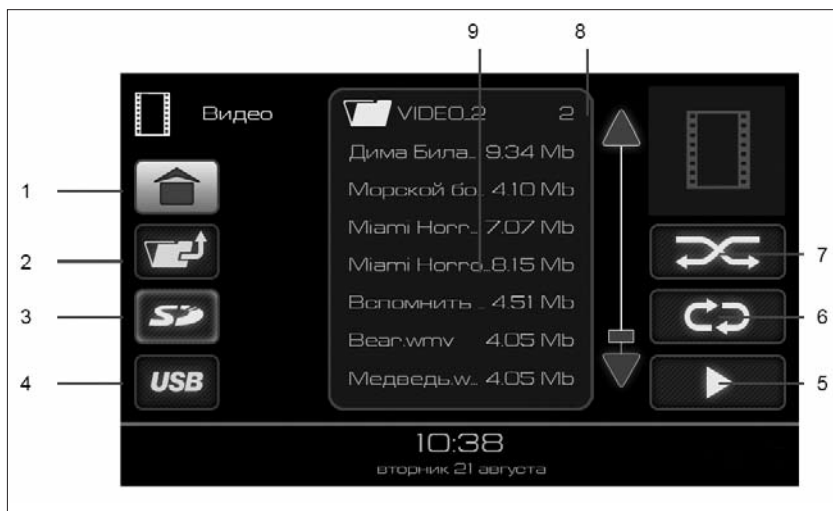
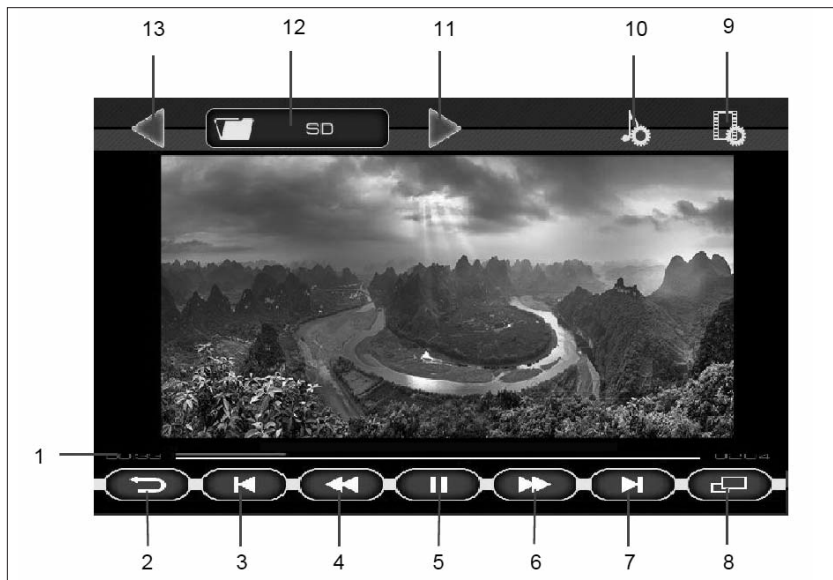

Рис. 6. Окно режима «ВИДЕО»
Рис. 7. Окно проигрывания видеофайлов
Доступные для воспроизведения видеофайлы и папки отображаются в списке (9), рис. 7. Двойное нажатие на изображение папки  отобразит список видеофайлов в этой папке. Для выхода из папки нужно нажать кнопку 2 (рис. 6).
режима повторного воспроизведения выбранного файла (кнопка 6, рис. 6);
– либо нажатие на кнопку воспроизведения файлов (кнопка 6, рис. 6) позволяет воспроизвести все видеофайлы, находящиеся в списке (9) на рис. 6;
– либо выбор папки одиночным нажатием на изображение папки  в списке (9) рис. 6, а затем нажатие кнопки воспроизведения файлов (кнопка 6, рис. 6) позволяет воспроизвести все видеофайлы, находящиеся в выбранной папке и ее подпапках.
Для включения полноэкранного режима воспроизведения нажать кнопку **8** (рис. 7) или на изображении.
Если при воспроизведении видеофайла нажать на кнопку **II (5)** (рис. 7), а затем нажать на кнопку возврата (кнопка **2**, рис. 7), то произойдет переход в главное меню и в кнопке **«Видео»** (рис. 2) появится индикатор паузы. Этот режим позволяет вернуться к воспроизведению видеофайла с того места, где была поставлена пауза.